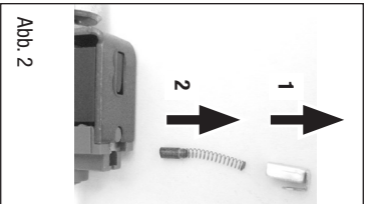

Abb. 2
**Bei nachträglichem Einbau eines DCC-Decoders muß dieser Kontakt jedoch unbedingt unterbrochen werden!** (Abb. 2 bis 4 siehe Rückseite)
**When retrofitting a DCC decoder, however, this contact must be necessarily interrupted!** (Fig. 2 to 4)
**Lors du montage ultérieur d'un décodeur DCC, ce pendant, ce contact doit être nécessairement interrompu!** (Fig. 2 à 4)